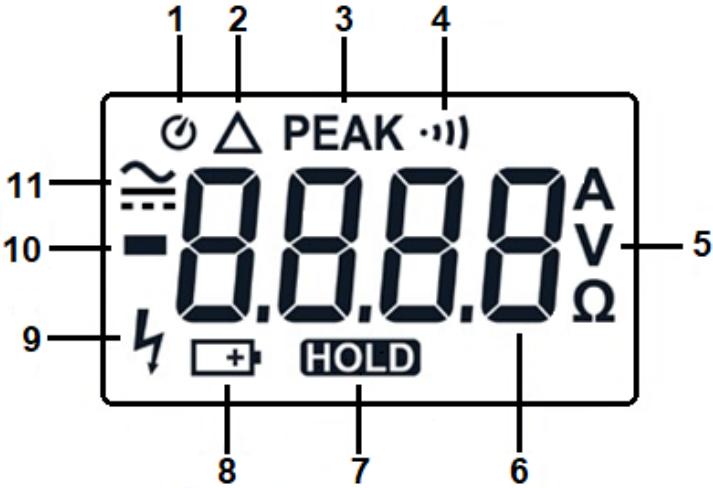

Figure 2
- Mettez l'appareil en marche en tournant le commutateur rotatif sur une gamme autre que OFF. Observez l'écran LCD et assurez-vous que tous les segments sont affichés (voir Figure 2).